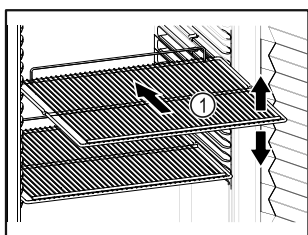

Fig. 18 Reprezentare exemplificativă
- Dacă grătarele tip poliță Fig. 18 (1) pot fi mutate, adaptați-le în funcție de înălțime.